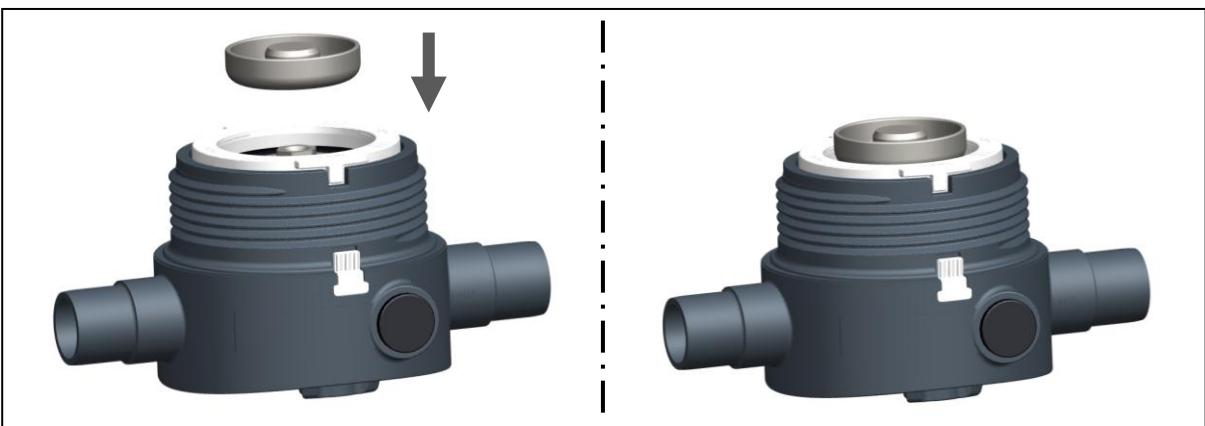

Fig. 14
- Poser le compresseur sur la cartouche, voir Fig. 14